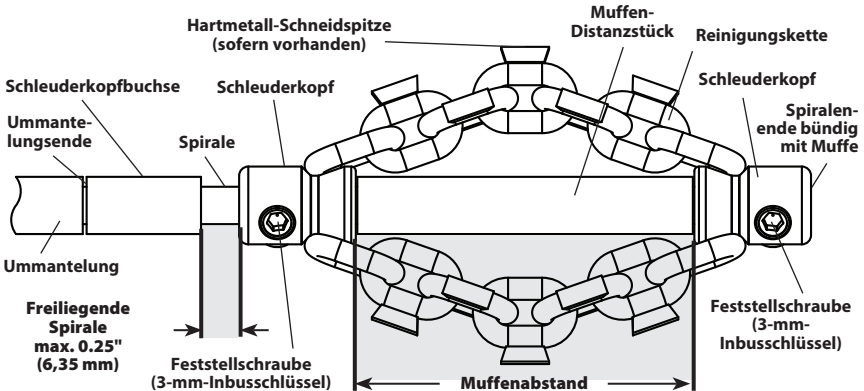

Abbildung 10 – Montage/Einstellung des Kettenschleuderkopfes
2. *Abbildung 10* zeigt schematisch den richtigen Einbau und die Einstellung eines Kettschleuderkopfes. Bei der Installation/Einstellung von Kettschleuderköpfen sind zwei wichtige Punkte zu beachten.
6. Kettenschleuderkopf, Buchse und Muffen-Distanzstück wie in *Abbildung 10* gezeigt probeweise an der Spirale anbauen. Die Ketten müssen gerade und dürfen nicht verdreht sein. Um einen übermäßigen Verschleiß zu verhindern, muss das Spiralenende bündig am Ende der Muffe abschließen.
7. Wenn der Kettenschleuderkopf wie in *Abbildung 10* gezeigt korrekt an der Spirale installiert ist, ziehen Sie die Feststellschrauben mit dem mitgelieferten Inbusschlüssel fest. Setzen Sie die Spitze der Stellschraube gegen die Spirale und ziehen Sie dann ⅛ bis ¼ Umdrehung (45° bis 90° Grad) weiter an. Sind die Feststellschrauben nicht festgezogen, kann der Kettenschleuderkopf abrutschen und die Spirale beschädigen oder in den Abfluss fallen.